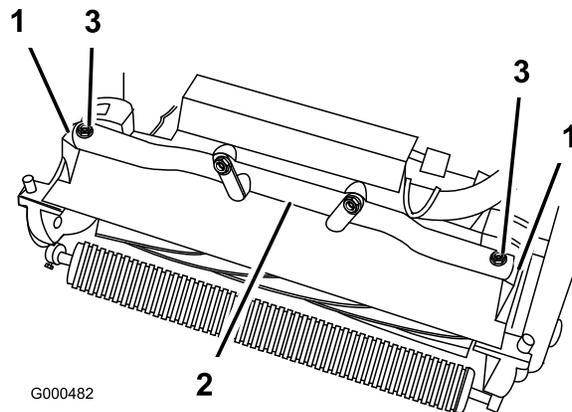

図 6
4. トラクションユニットのフレーム (図 6) を前方に回してカッティングユニットのピボット・アームに接続する。
5. M10 x 25mmボルト (2本) を使用して、トラクションユニットのフレームをカッティングユニットのピボット・アームに固定する (図 6)。